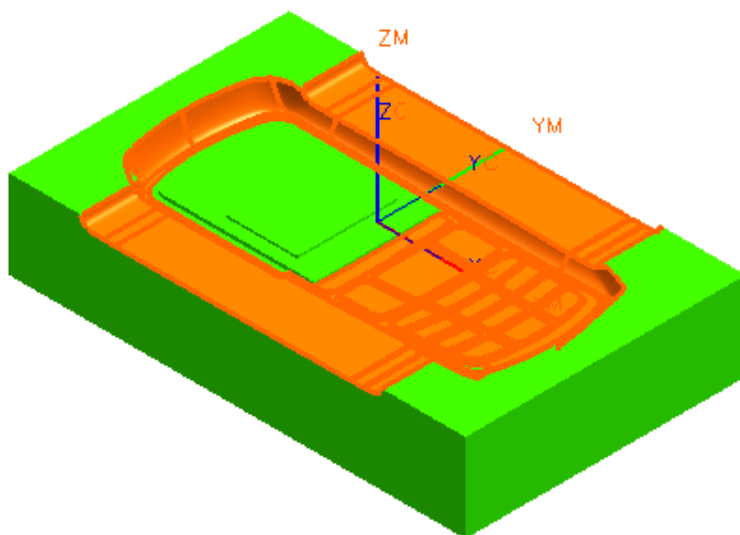

图 9-205
- 在操作对话框中，单击，选择如图 9-205 所示的表面，单击 OK。